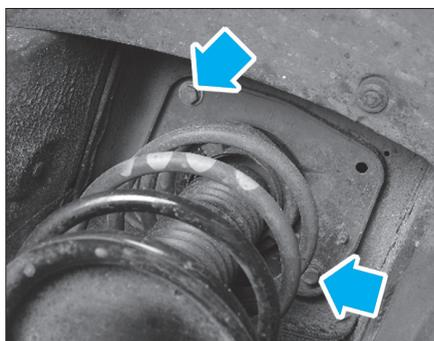

Fig. 4
- Déposer les fixations supérieures d'amortisseur (Fig.4).